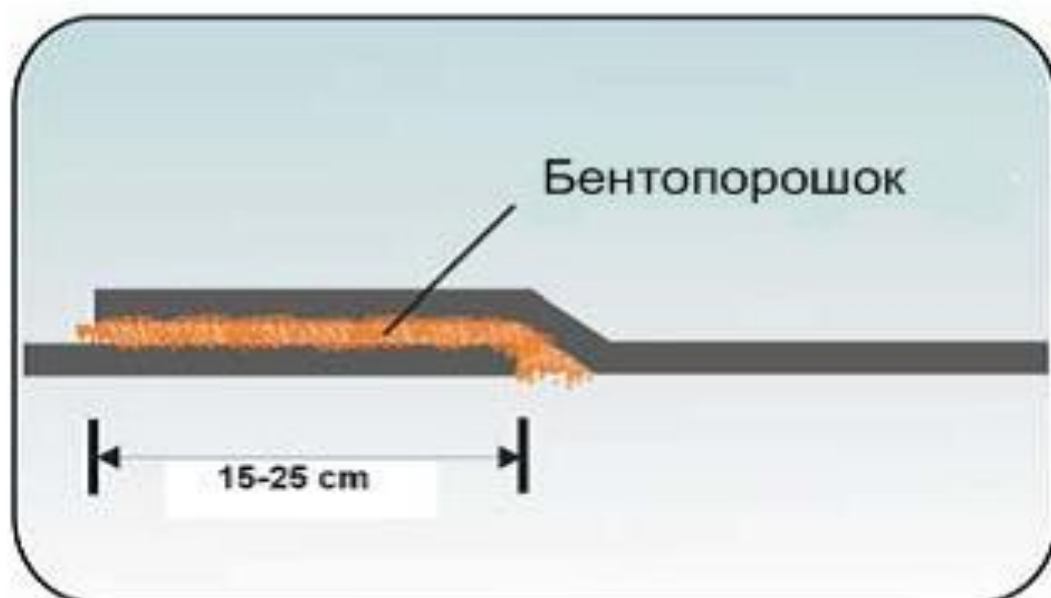

Рисунок 3. Соединение стыков БЕНТОЛАЙНЕРА
10.4 Усиленные бентонитом стыки монтируются сначала с созданием перехлеста смежных матов, как описано выше, затем обнажается подлежащий край и накладывается непрерывный буртик или полоска гранулированного натриевого бентонита (подается с БЕНТОЛАЙНЕРОМ) вдоль зоны означенной краем подлежащей панели и 150-мм линией (рис.3). Минимальная норма расхода при этом – 0.4 кг/м.